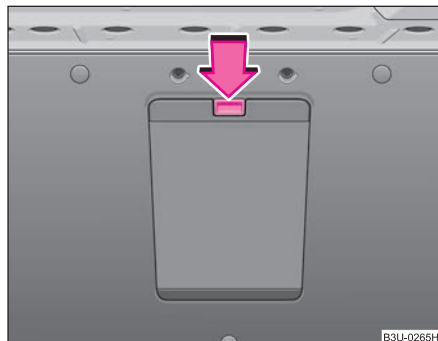

Fig. 73 Maletero: tapa de la bolsa para carga de gran longitud
- Pulse en el maletero la tecla de desbloqueo para la tapa de la bolsa para carga de gran longitud ⇒ fig. 73 y gírela hacia abajo.